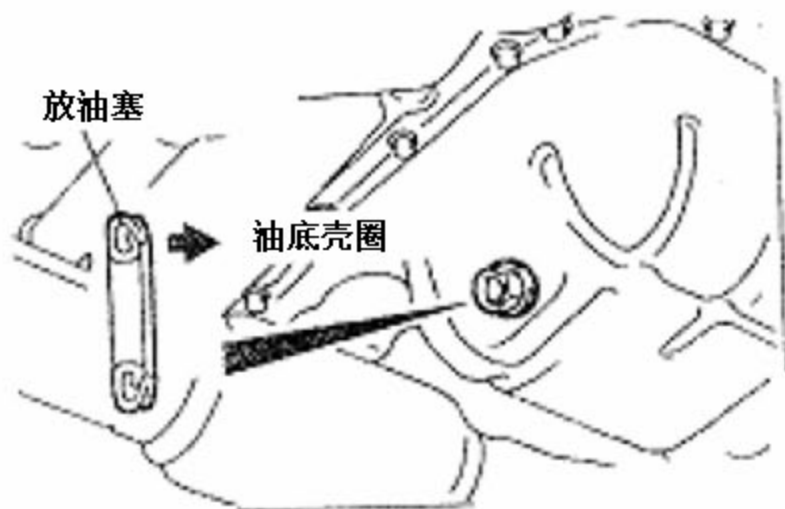

图 6-1
- 2). 检查机油是否明显变脏，冷却液或汽油是否混入，检查机油是否有适当的粘度 (见图 6-1)。